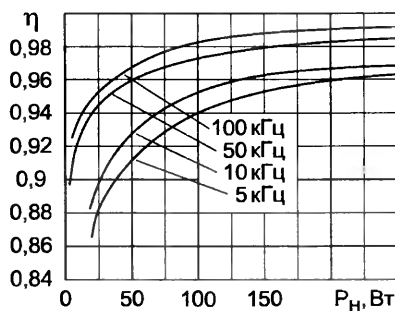

Рис. 1
В расчетах по методикам [1, 2] КПД трансформатора принят равным 80 %. Обычно в преобразователе ИИП мощностью от 100 до 500 Вт в диапазоне частот от 10 до 100 кГц КПД трансформатора примерно равен 95...99 %, а общий КПД всего источника — более 80 %. Необоснованно заниженный КПД уменьшает расчетное значение габаритной мощности трансформатора, повышает используемую мощность и прямоугольную составляющую тока коммутирующих транзисторов, что может привести к нерациональному выбору последних. Расчет становится более точным, если определять КПД трансформатора по усредненной зависимости от суммарной мощности нагрузки и частоты [3, с. 115], показанной на рис. 1. Эти кривые построены по экспериментальным данным для магнитодиалектичных никель-цинковых и марганец-цинковых ферритовых магнитопроводов различной марки и конфигурации.
2. Вычисляют КПД трансформатора согласно рис. 1 по эмпирической формуле $\eta = 0,99 - (0,175/F) - ((1 + (9,95/F^{1,3}))/P_n)$ (1) где значение F — кГц, P_n — Вт.